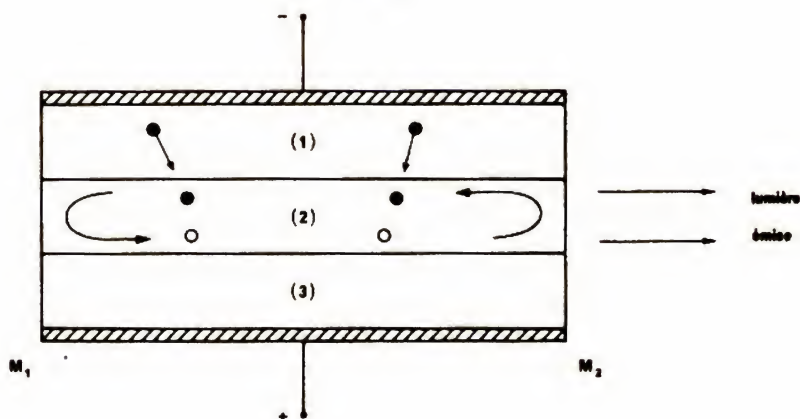

Fig. 11
La figure 11 décrit la structure d'un laser semi-conducteur à double hétérojonction, vue par une coupe perpendiculaire au plan des couches successives. La couche centrale de type P (2), est encadrée par une couche (1) de type N, et une couche (3) de type P+, obtenues successivement par croissance épitaxiale. Une découpe à l'aide d'un outil tranchant, selon des plans de clivage perpendiculaires aux couches, permet d'obtenir, aux deux extrémités, les miroirs semi-réfléchissants  $M_1$  et  $M_2$ .
Il n'existe pas de différence fondamentale entre le dispositif décrit à la figure 11 et celui qu'on baptise « diode superluminescente », excepté l'absence de miroirs aux extrémités.